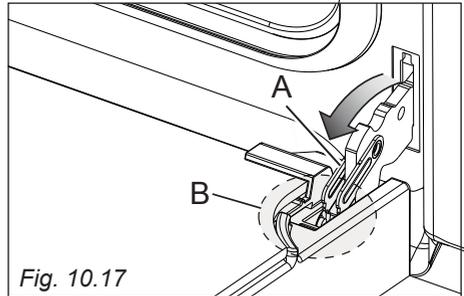
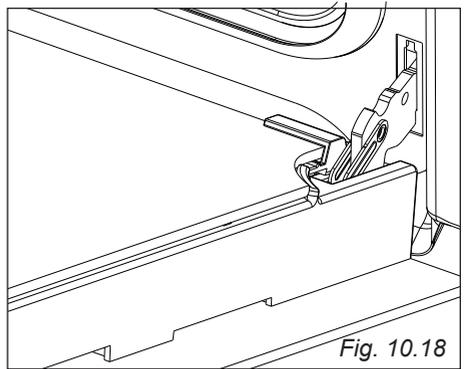

Fig. 10.17
Fig. 10.18
- Abra completamente la palanca "A" de las bisagras derecha e izquierda (fig. 10.17).
- Cierre suavemente la puerta (fig. 10.18) hasta que las palancas "A" de las bisagras derecha e izquierda se enganchen a la parte "B" de la puerta (fig. 10.17).